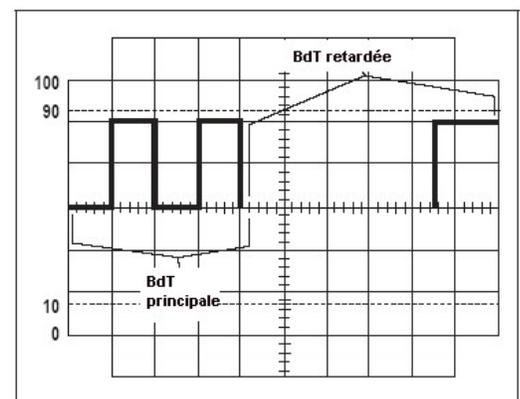

Figure 4. Affichage mixte (MIX)
(voir Figure 4)
2. Placez l'interrupteur **Sweep Mode** en position **MIX**. Vous voyez alors apparaître le balayage principal dans la partie de gauche (paramétrage du contrôle **MAIN Time Base**) et le balayage retardé dans la partie de droite (paramétrage du contrôle **DELAY Time Base**). La partie **MAIN Time Base** de la trace est généralement plus lumineuse que celle de la base de temps retardée. La figure 4 illustre le mode d'affichage mixte (**MIX**).